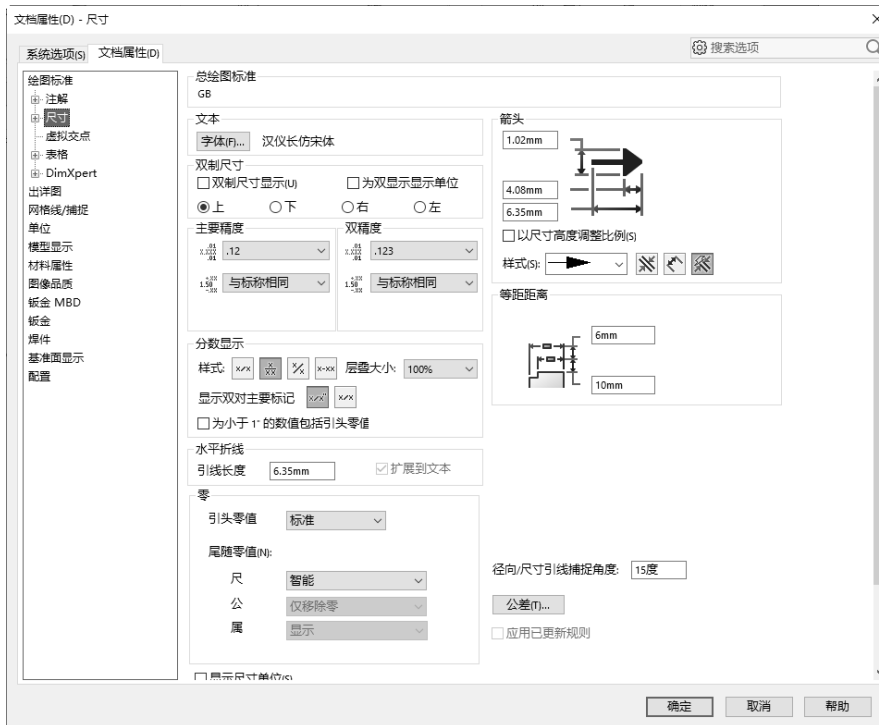

图 1-29 “尺寸”选项设置对话框
- ☑ 设置尺寸。对于一个高级用户来说，工程图尺寸标注设置非常重要，主要用来设置尺寸标注时的文字是否加括号、位置的对齐方式、等距距离、箭头样式及位置等参数。单击“文档属性”选项卡中的“尺寸”选项，即可进行设置，如图 1-29 所示。